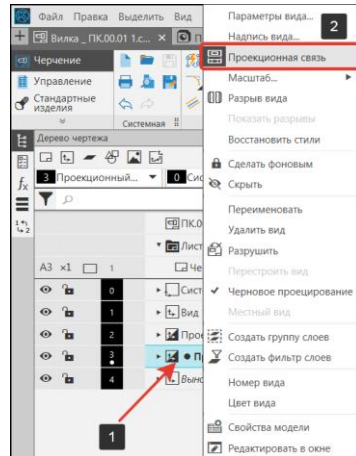

Рисунок 207 – Проекционная связь
При перемещении родительского вида все ортогональные дочерние виды так же перемещаются вместе с ним для обеспечения выравнивания. Проекционную связь можно снять (2), вызвав контекстное меню проекционного вида (1) правой кнопкой мышки (Рисунок 207).